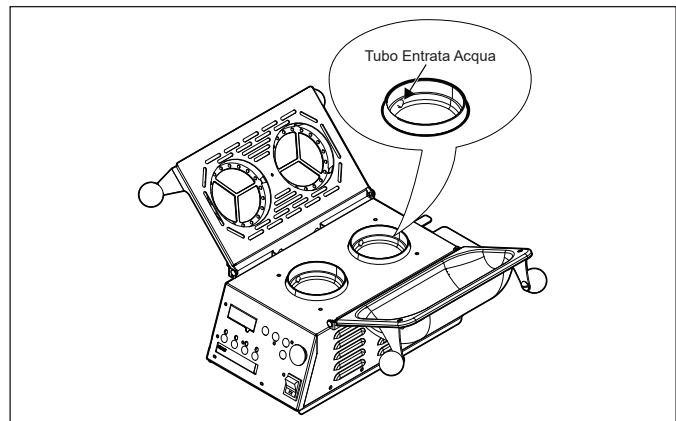

Figura 7. Tubo Entrata Acqua
1. Con l'unità raffreddata, inserire un ritaglio di carta raddrizzata nell'apertura del Tubo di Entrata dell'Acqua a non più di 4 cm (1 1/2 pollici) di profondità. (Figura 7).